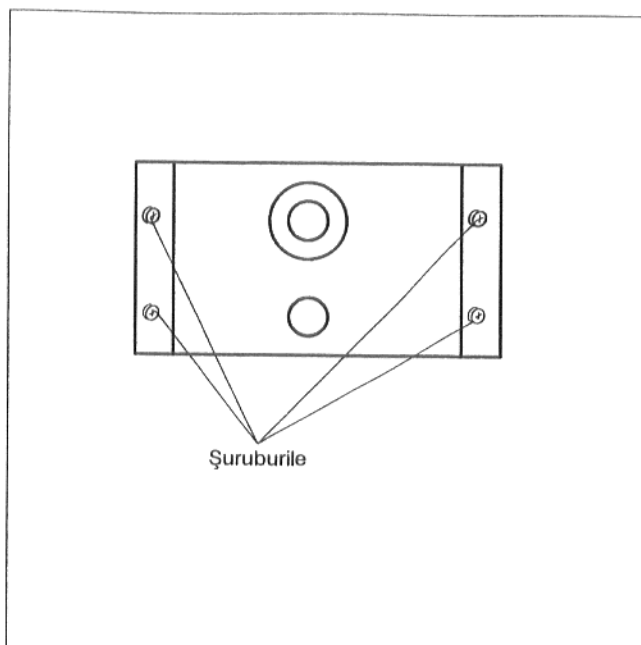

Fig. 40: Cutii auxiliare de conexiuni HT3101/HT3102
- Se desfac cele 4 șuruburi (Fig. 40).